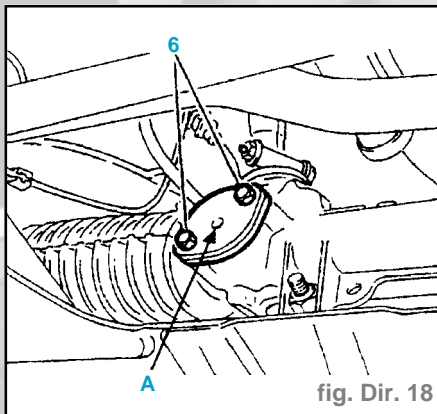

fig. Dir. 18
- Centrer les cales de réglage sur le téton (A), par ordre croissant d'épaisseur (fig. Dir. 18).